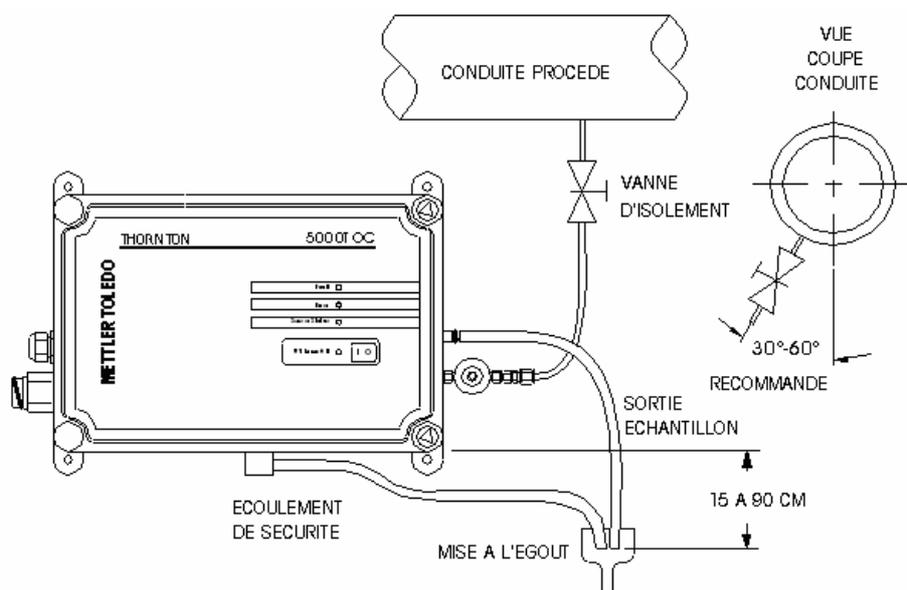

FIGURE 2
- Diriger le tube vers le tuyau atmosphérique situé à proximité de la sonde. Voir la figure 2, pour les dimensions de l'emplacement du tuyau. **Prendre bonne note de la longueur du tuyau comprise entre 15 et 90 cm.**
Important ! Le tube de sortie d'échantillon en polyuréthane doit être branché sur une conduite d'alimentation ou un puisard de drainage pour créer un intervalle d'air et éviter le siphonnement. L'installation doit respecter les dimensions indiquées sur la figure 2 pour un fonctionnement correct de la sonde.
- Diriger le tube vers le tuyau atmosphérique situé à proximité de la sonde. Voir la figure 2, pour les dimensions de l'emplacement du tuyau.